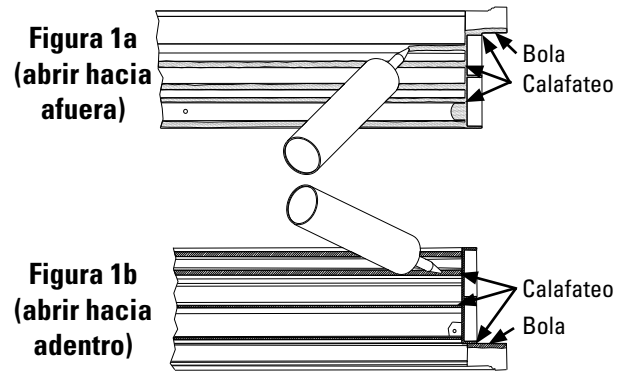

**Figura 2a**
**2** Para una sola puerta, retire el perno del tapón de plástico de la puerta. Para una puerta doble, quite los tornillos de la jamba frontal que aseguran las puertas durante el envío. Para un sistema de puertas de múltiples paneles, obtenga ayuda cuando levante, coloque y alinee. Desde el exterior, centre y coloque la unidad de la puerta en la abertura según la **Figura 2a**. Para evitar que las bolas de sellador se corran, evite deslizar la puerta cuando la coloque en su lugar. Asegúrese de que la parte posterior de la moldura esté contra el revestimiento exterior. La pared interior debe estar a 1/8" de las superficies internas de la jamba. Use el nivel de dos pies de largo para asegurarse de que el umbral esté a menos de 1/16" de nivel. Solucione cualquier problema antes de pasar al siguiente paso.